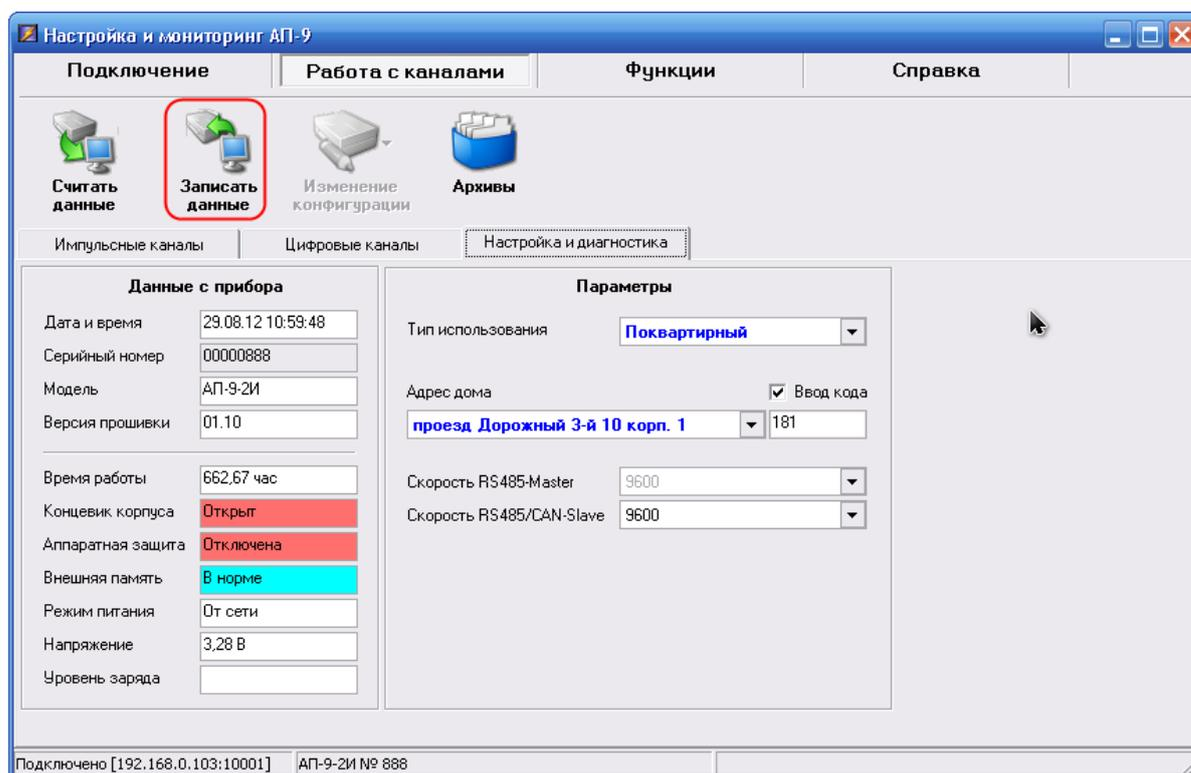

Рисунок 15. Окно настройки и диагностики АП-9
Для настройки и диагностики прибора АП-9 в основном окне программы необходимо выбрать вкладку «Работа с каналами» - «Настройка и диагностика» (рисунок 15).
- после завершения редактирования нажать кнопку «Записать данные» (рисунок 15).